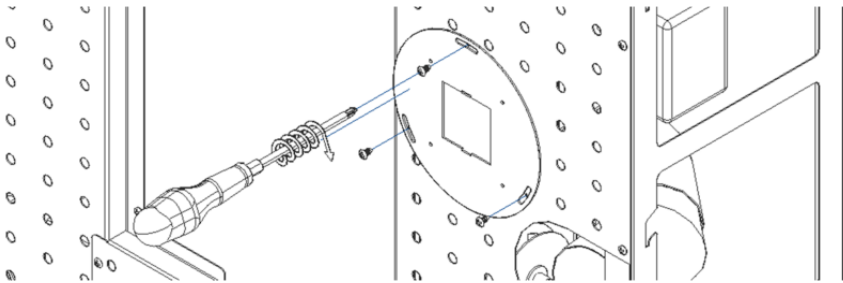

Figura 74 - Colocación de la guía de aire en la estufa
d) Repita el proceso realizado en los puntos b y c de este manual para la otra envolvente. Fije los laterales utilizando los dos tornillos del kit, uno en cada lado, como se muestra en la Figura 74.